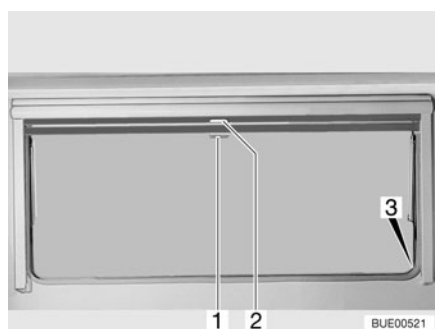

Fig. 47 Ventana abatible
- Tirar del asidero (Fig. 47,2) de la persiana oscurecedora enrollable hacia abajo. Cuando la persiana oscurecedora enrollable se cierre por completo, encajarla en el bloqueo (Fig. 47,3) a ambos lados del marco de la ventana.
- Cuando la persiana oscurecedora enrollable está completamente cerrada: Presionar el tirador (Fig. 47,2) hacia abajo y tirarlo ligeramente hacia dentro. Desenganchar la persiana oscurecedora enrollable de los bloqueos a izquierda y derecha del marco de la ventana.
- Cuando la persiana oscurecedora enrollable se encuentre en una posición intermedia: Tirar ligeramente del asidero (Fig. 47,2) hacia abajo, hasta que se hay soltado el bloqueo.
- Tirar hacia abajo de la mosquitera enrollable (Fig. 47,1) y engancharla en el bloqueo (Fig. 47,3) a ambos lados del marco de la ventana.
- Presionar el tirador (Fig. 47,1) hacia abajo y tirarlo ligeramente hacia dentro. Desenganchar la mosquitera enrollable de los bloqueos a izquierda y derecha del marco de la ventana.